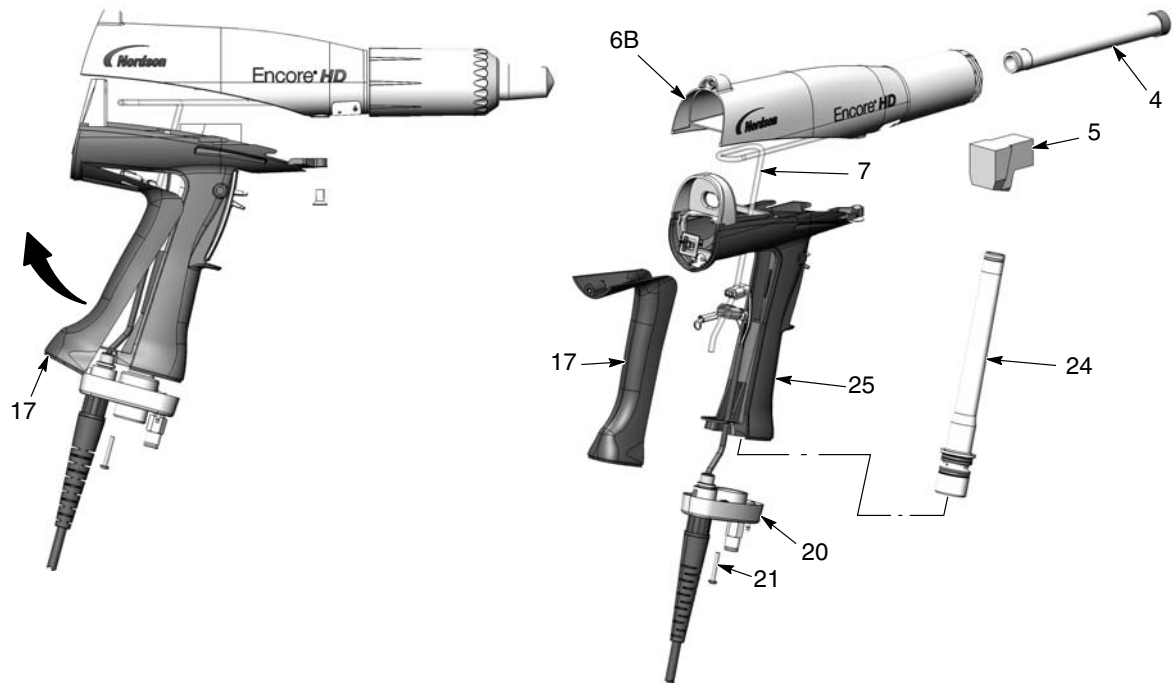

Bild 6-5 Byte av komponenter i pulvervägen
2. Se bild 6-5. Tag av vinkelanslutningen (5) från ingångsröret för pulver (24).
3. Skruva av de två M3 x 20 skruvarna (21) som fäster handtagets bas (20).
4. Drag ut basen från handtagsdelen, sväng undan nederdelen av jordkontakten (17) upp och bort från handtaget, och tag därefter av den. Låt jordledaren vara ansluten till jordkontakten.
5. Tryck inloppsröret (24) upp och ut ur basen, flytta därefter undan basen och drag ut inloppsröret ur handtaget.
6. Tryck ut utloppsröret (4) ur pistolkroppens framdel (6B).
1. Se bild 6-5. Stick i utgångsröret (4) i pistolkroppen (6B) så att röränden ligger jämt med pistolkroppens ände.
2. Sätt i inloppsröret (24) i handtaget (25), sätt därefter in rörets ände i handtagsbasen (20).
3. Tryck handtagsbasen nära handtaget, kroka därefter i jordkontakten (17) i kroppen och vrid den över på handtaget. Kontrollera att kablarnas ledare inte kläms eller fastnar vid sammansättningen.
4. Sätt på handtagsbasen på handtaget och jordkontakten och fäst samman med två M3 x 20 skruvar (21).
5. Sätt på vinkelanslutningen (5) på inloppsröret, med änden riktad mot pistolens framsida så som visas.